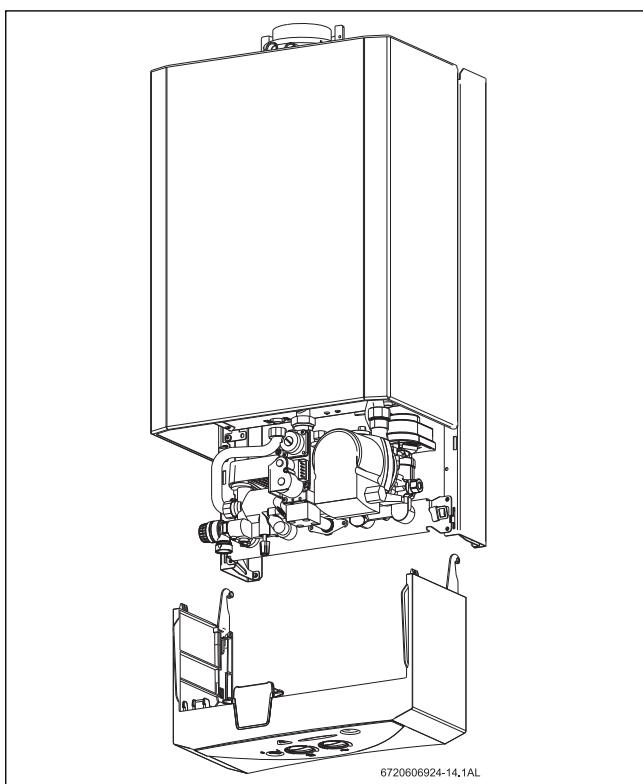

Fig. 9 Desmontaje del panel de mandos
- ▶ Para retirar completamente el panel de mandos estando posicionado según Fig. 9 , levántelo y tire de él hacia adelante.